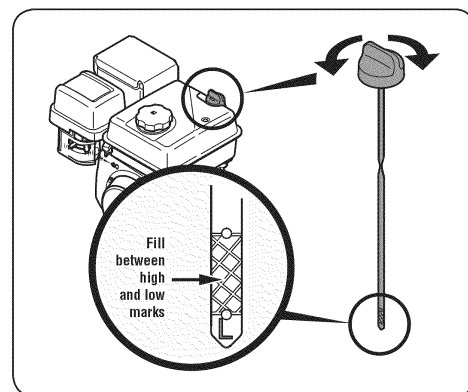

Рис.8
2. Извлеките масляный щуп и протрите его. См. Рис. 8.
4. Извлеките щуп. Если уровень масла низкий, медленно добавляйте масло до тех пор, пока он достигнет уровня между отметками L и H. См. Рис.8.